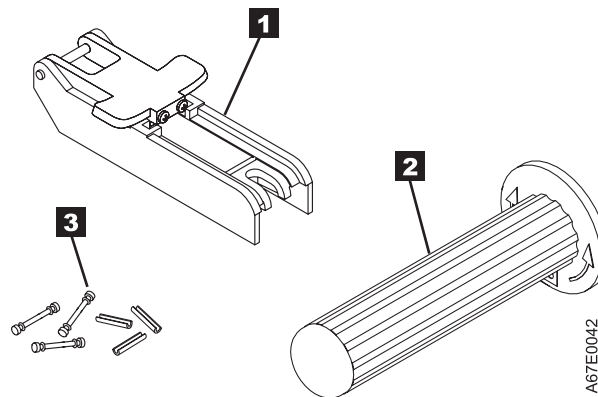

Figura 8-11. Leader Pin Reattachment Kit
- Ferramenta de conexão do pino guia** (**1** na Figura 8-11). Uma braçadeira de plástico que mantém a porta do cartucho aberta.
- Ferramenta de rebobinação manual de cartucho** (**2** na Figura 8-11). Um dispositivo que se encaixa no hub do cartucho e permite bobinar a fita para dentro e para fora do cartucho.
- Suprimentos de pinos** (**3** na Figura 8-11). Pinos guia e presilhas C.